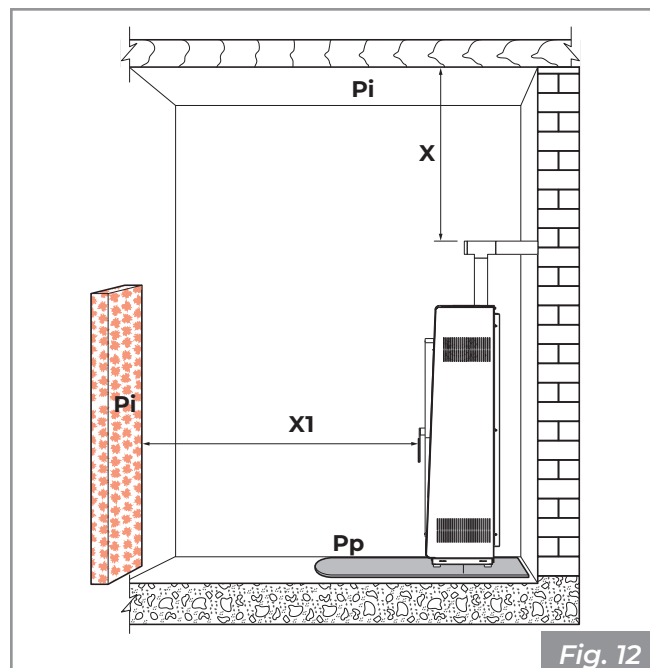

Fig. 12
Se recuerda respetar la distancia mínima de los materiales inflamables (X), descrita en la placa de identificación de los tubos usados para realizar la chimenea (Fig. 12).